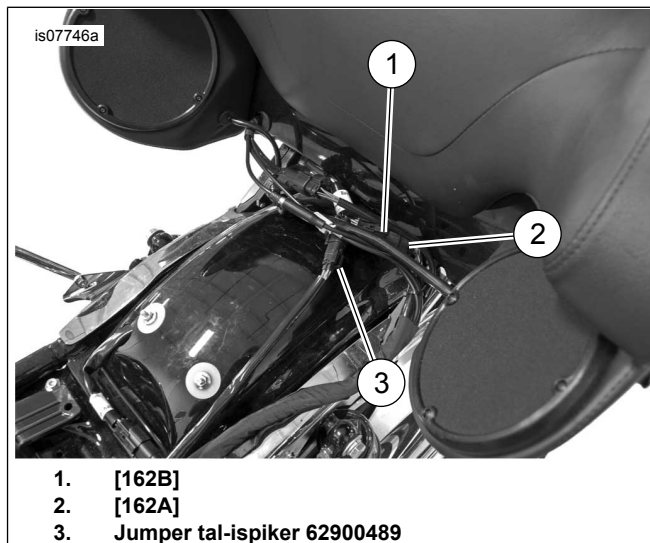

Figura 10. Interkonnessioni tal-Pod tal-ispiker ta' Wara
- Jekk dan il-amplifikatur jintuża b'amplifikatur sekondarju biex jippermetti sitt jew tmien spikers, ara d-detallji tal-konnessjoni għal [162] u [313] Tabella 1 , Tabella 2 u [313] u l-kitt 76000280. FLHX (S) [162] (F) output taċ-channel tan-naħa ta' wara 4-way Molex mir-radju. Użat għall-output tal-ispiker mingħajr amp. Ara Figura 8 . Mhux użat mal-amp primarju, użat għall-INPUT tal-amp sekondarju. Ara Figura 10 . FLHTC/FLHTK/TRIKE [162] (R) output taċ-channel tan-naħa ta' wara 16-way Molex mir-radju. Fih il-wajers kollha tal-pod tal-ispiker ta' wara. Installa 69200714 għall-użu mal-amplifikaturi (ara Pass 7). Amp tal-Fairing [313] output taċ-channel 4-way Molex tan-naħa ta' wara tal-amplifikatur primarju, jista' jintuża għall-ispikers tas-saddlebags, il-pods ta' wara jew il-lowers tal-fairing. Riservat għall-lowers tal-fairing meta jintuża fuq konfigurazzjonijiet ta' sitt jew tmien spikers.
- a. Ara Figura 10 . Skonnettja [162] li jinsab wara s-serħan tad-dahar tal-passiġġier.